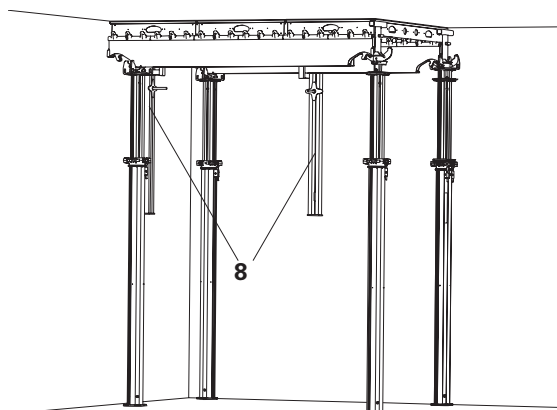

Fig. A4.08
→ La campata iniziale è pronta. (Fig. A4.08)
4. Rimuovere i treppiede. (Fig. A4.08)